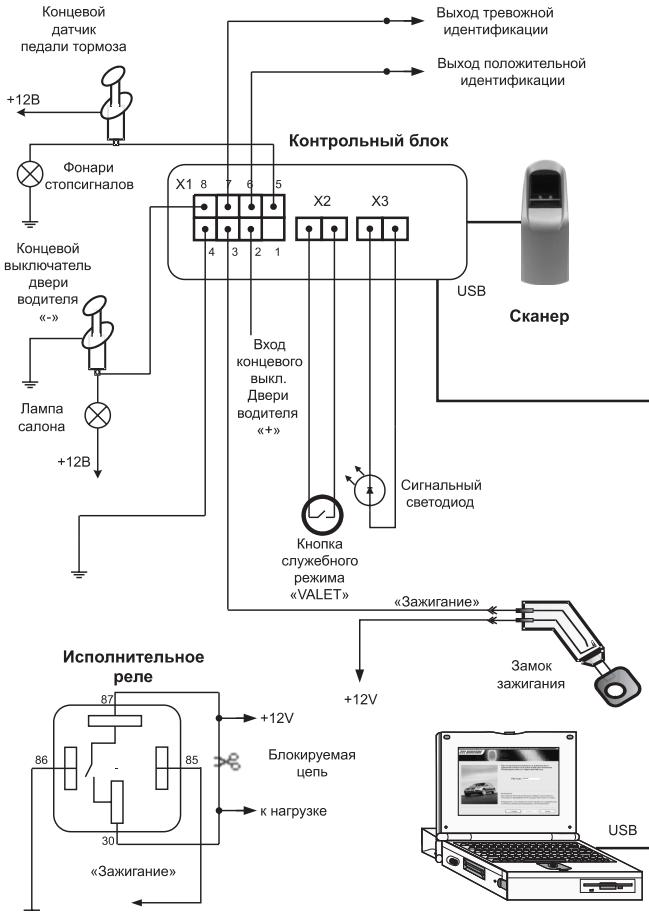

Рис. 1 Схема подключения BIOCODE® AUTO – 150
- Подключите провода разъема **X1** в следующем порядке (схема подключения системы BIOCODE® AUTO – 150 показана на рис. 1):